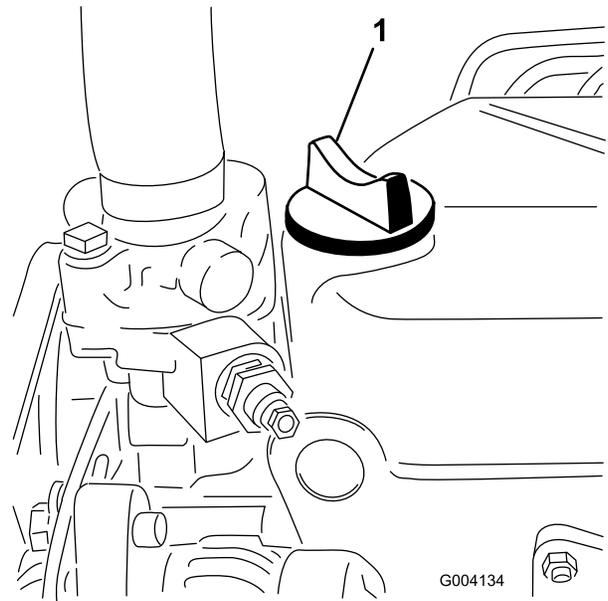

Bild 21
5. Wenn der Ölstand unter der **Voll**-Markierung liegt, nehmen Sie den Fülldeckel ab (**Bild 21**) und gießen Sie genug Öl ein, um den